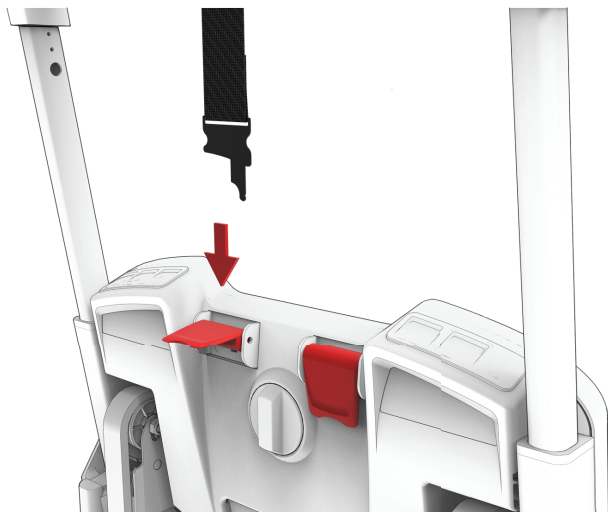
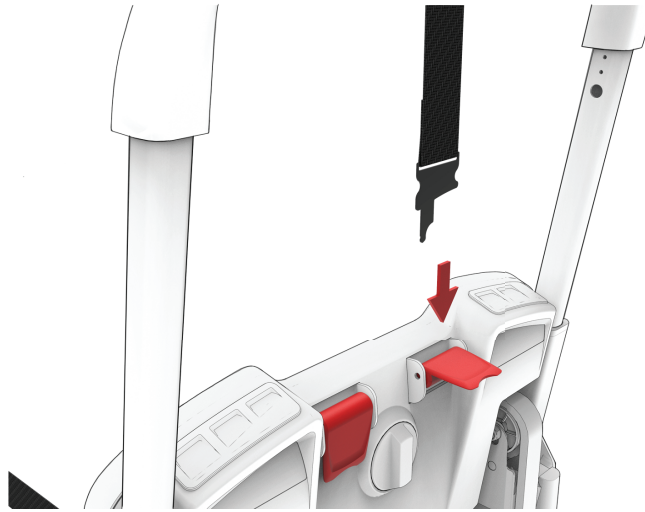

Figura 23 – Correia de ombro, esquerda do doente
Figura 24 – Correia de ombro, direita do doente
5. Enrole a tira do ombro direito do doente no encosto da cadeira e por baixo da pega (Figura 23 e Figura 24). Eleve a came PCS do lado direito do doente e, em seguida, insira o clipe do ombro através da came PCS e puxe.